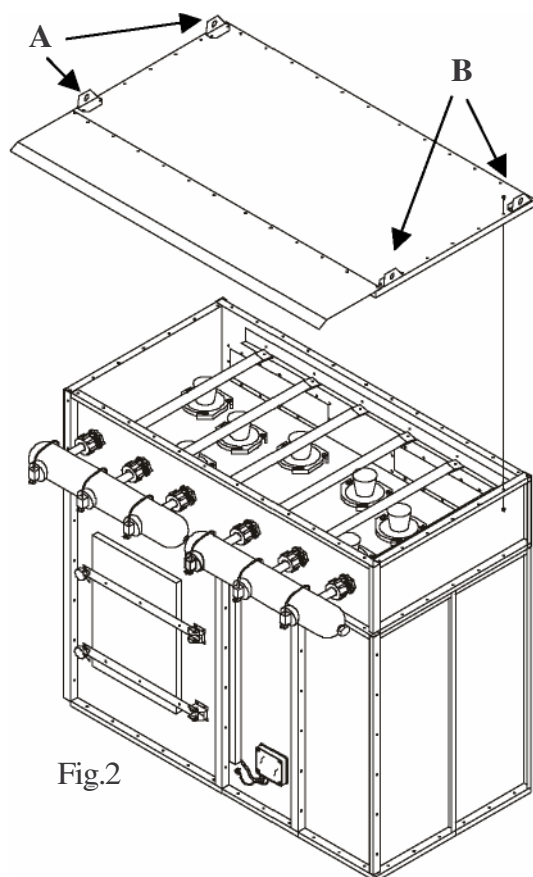

Fig.2
5.6.1 Pour effectuer le remplacement des cartouches quand elles sont détériorées ou endommagées il faut tout d'abord enlever le toit du TITANIUM C en dévissant les vis et les écrous sur les brides. Pour le soulever il est nécessaire de se servir anneaux de levage spécialement prévus dont il est doté (indiqués par les lettres A et B dans la Fig. 2).